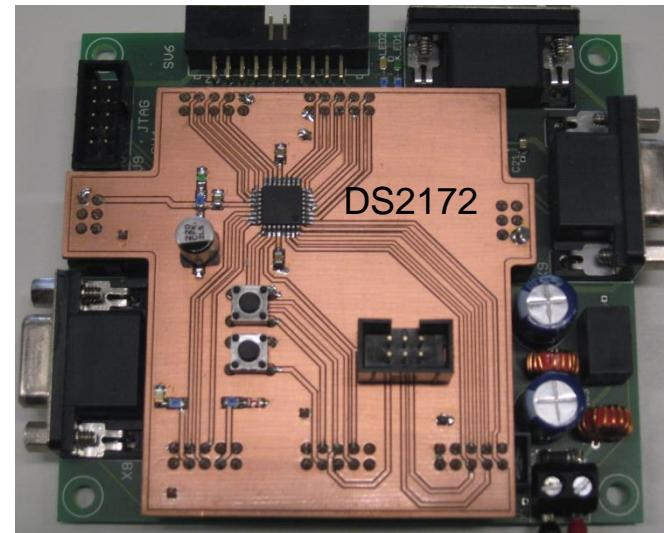

Abb. 1
- **Basis:** Vorhanden ist ein einfacher Prototyp (Abb. 1), mit dem die Funktionen des IC DS2172 dargestellt werden können. Der IC erzeugt eine Datensequenz, die in den Sender eines Übertragungssystems eingekoppelt wird. Die am Empfängeroutput anliegende Sequenz wird vom IC analysiert, die Bitfehler werden durch Vergleich mit den gesendeten Daten gezählt. Ein Mikrocontroller ATmega, der sich auf der gleichen Platine befindet, dient als Schnittstelle zu einem PC. Initialisierung, Parametrierung und Auslesen der Bitfehler erfolgt über diesen Mikrocontroller. Es gibt z.Z. keine automatische und komfortable Kommunikation zwischen dem Gerät und dem Anwender.